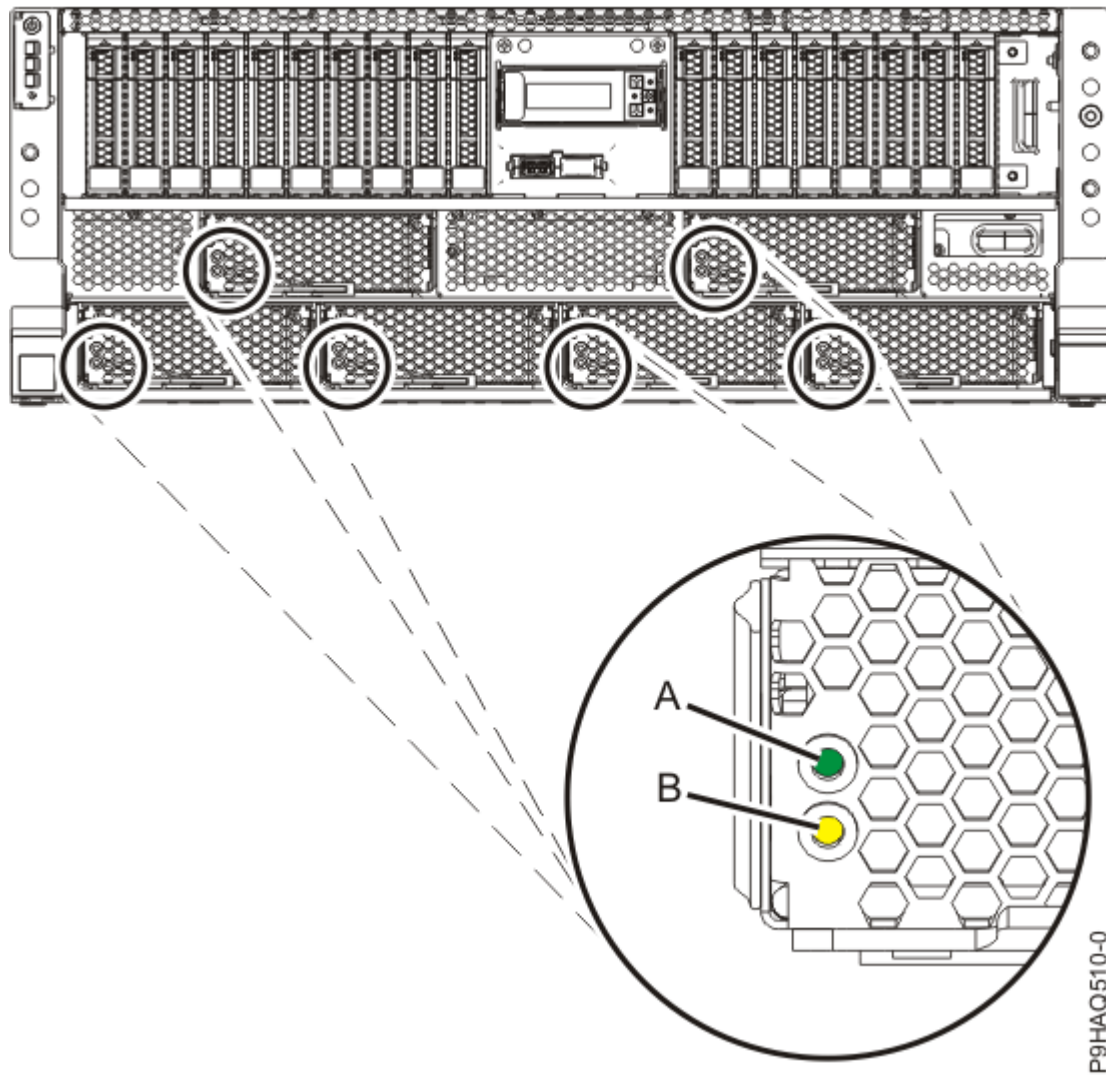

*Figura 4. Extracción de la cubierta frontal*
- d) Extraiga la cubierta del sistema tal como se muestra en la Figura 4 en la página 5. La cubierta tiene una hendidura que le permite sujetarla más fácilmente.